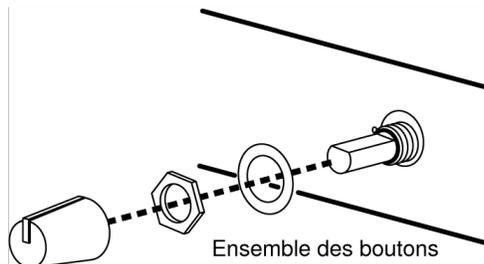

FIGURE 2
2. Retirer les boutons et écrous de retenue du panneau avant (voire Figure 2).